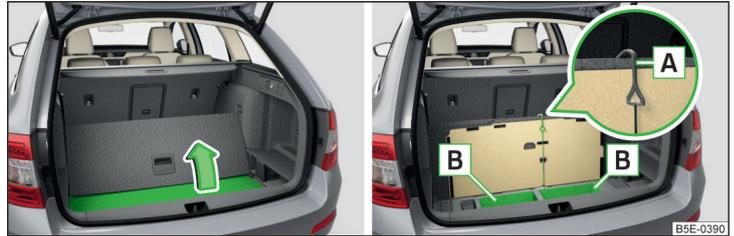

Abb. 121 Bodenbelag anheben / Ablagefächer unter dem Bodenbelag
Bei Fahrzeugen, die mit keinem Notrad ausgestattet sind, befinden sich unter dem Bodenbelag des Gepäckraums die Ablagefächer **B** » Abb. 121.
- › Den Bodenbelag in Pfeilrichtung anheben » Abb. 121 und den Haken **A** an der Oberkante des variablen Ladebodens einhaken.